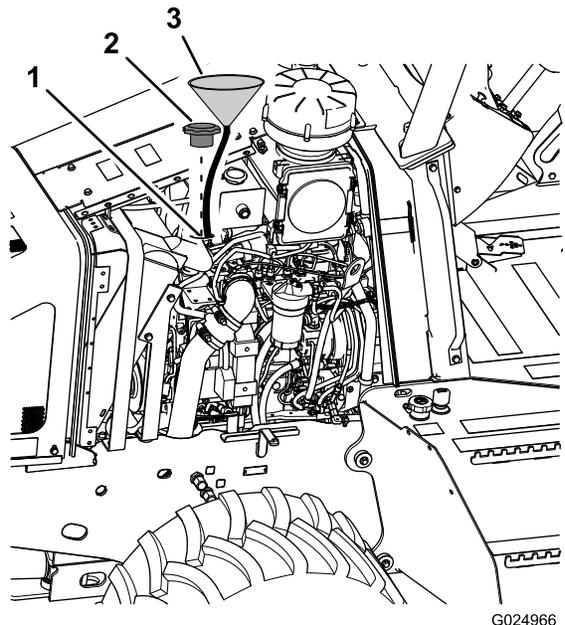

Figure 65
**Remarque:** Enlevez le bouchon de remplissage d'huile du couvre-culasse pour faciliter la vidange (Figure 65).